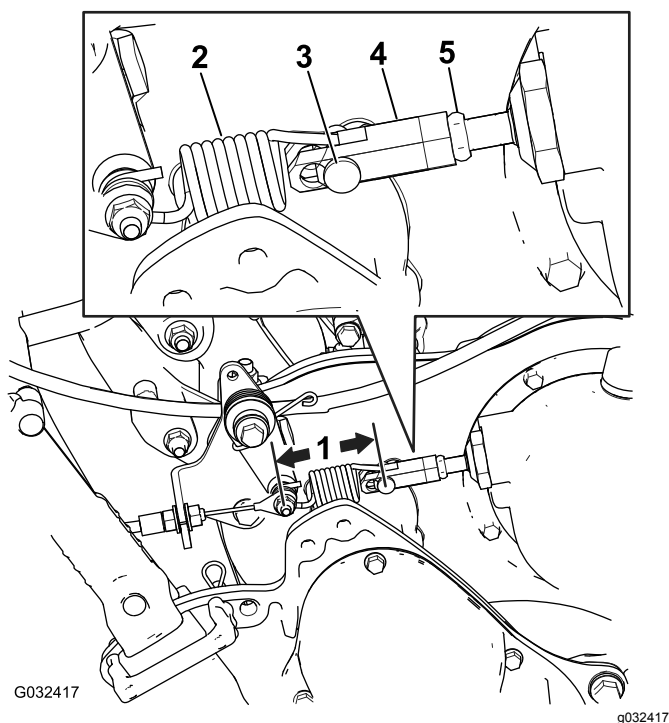

Figura 49
2. Misurate la distanza dal perno su ciascun'estremità della molla di comando della trazione (Figura 49); se non è compresa tra 7,3 e 7,6 cm, regolate la frizione in base ai passaggi sotto.
- B. Allentate il controdado sul tornichetto e rimuovete il perno con testa, scollegando la molla dal tornichetto (Figura 49).
- F. Misurate la distanza dal perno su ciascun'estremità della molla di comando della trazione (Figura 49); ripetete i passaggi da A a F fino a quando non è compresa tra 7,3 e 7,6 cm.